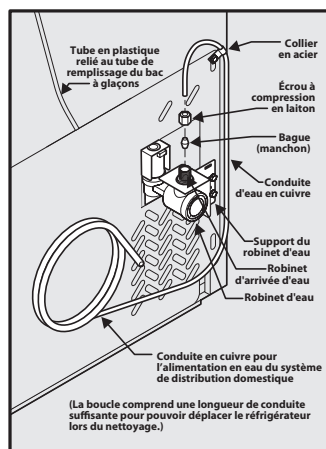

Figure 1
4. **Si vous utilisez des tubes en cuivre** - Glissez l'écrou de compression en cuivre, puis la bague d'extrémité (manchon) sur la conduite d'alimentation en eau. Poussez la conduite d'alimentation en eau dans l'entrée du robinet d'arrivée d'eau aussi loin que possible (6 mm / 1/4 po). Glissez la bague d'extrémité (manchon) dans l'entrée du robinet et serrez l'écrou de compression à la main dans le robinet. Serrez d'un autre demi-tour avec une clé; NE PAS serrer trop fort. Voir Figure 1.